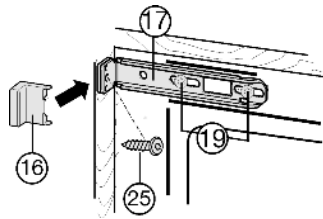

Fig. 19
- ▶ Allentare le viti Fig. 19 (19).
- ▶ Avvitare la squadretta di fissaggio Fig. 19 (17) superiore al fianco del mobile con viti per truciolare Fig. 19 (25) \varnothing 4x19.
- ▶ Staccare l'estremità sporgente della copertura Fig. 19 (16).
- ▶ Serrare le viti di fissaggio Fig. 19 (19).
- ▶ Applicare sopra la copertura Fig. 19 (16).